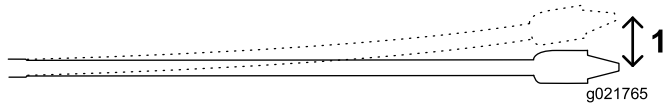

Figura 52
As hastes de 3 m utilizadas nesta máquina podem ser flexionadas até uma curvatura de 8% ao longo do comprimento da haste, o que equivale a um desvio máximo de 20 cm (8 pol.) em relação à trajetória reta (Figura 52).
- Introduza os primeiros 3 m da cabeça de perfuração/hasteamento no solo sem aplicar direcionamento. A extremidade da cabeça de perfuração estará a uma profundidade de 76 cm (Figura 52).